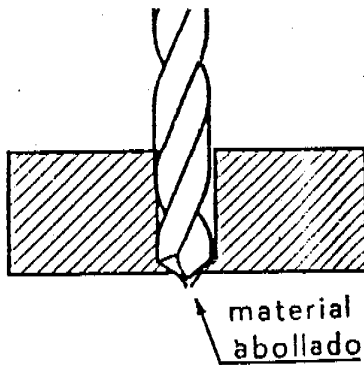

Fig. 9-5
2.3. Salida.—Cuando se note que la broca comienza a salir, (fig. 9.5) disminuir la presión de trabajo, pues si pasa bruscamente hay peligro de rotura.